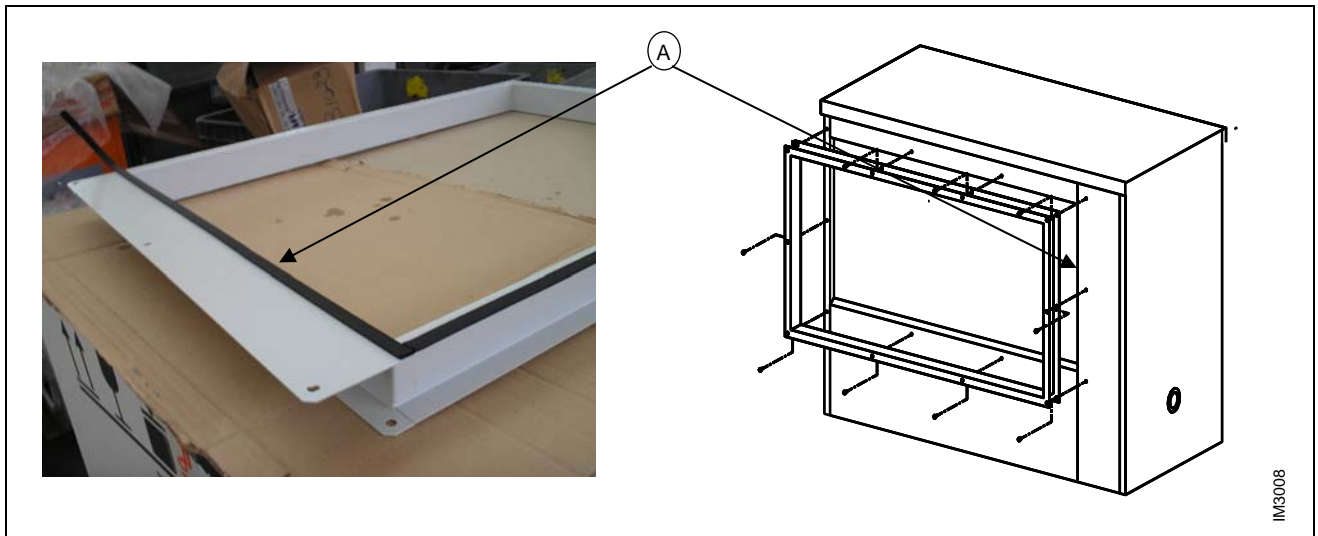

Figura 10 – POSIZIONAMENTO GUARNIZIONE DI TENUTA E MONTAGGIO DEL BOCCAGLIO DI MANDATA
1. Posizionare la guarnizione come indicato nella foto di Figura 10, procedere al fissaggio del boccaglio A utilizzando le viti M4 a croce fornite a corredo.